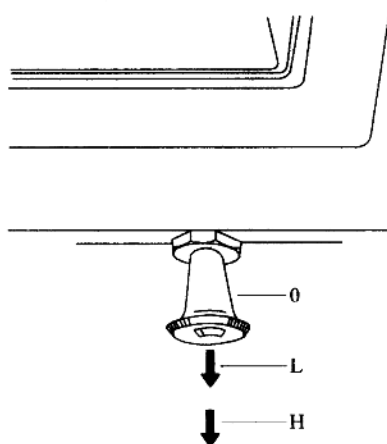

图 1-7 刮水器开关
7. 刮水器开关(见图 1-7)。将拉钮拉至 L 档,刮水器低速运行;将拉钮拉至 H 档,刮水器高